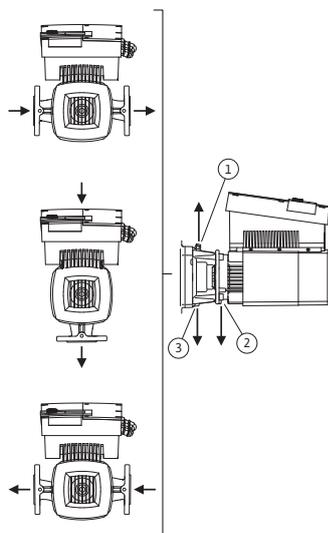

Fig. 23: Posizioni di montaggio ammesse con albero del motore orizzontale
Le posizioni di montaggio ammesse con albero del motore orizzontale e modulo elettronico verso l'alto (0°) sono illustrate nella Fig. 23. Non sono raffigurate le posizioni di montaggio ammesse con modulo elettronico montato lateralmente ($\pm 90^\circ$). Sono consentite tutte le posizioni di montaggio tranne "modulo elettronico verso il basso" (-180°). La disaerazione della pompa è garantita solo se la valvola di sfiato è rivolta verso l'alto (Fig. 23, pos. 1).
Solo in questa posizione (0°) il condensato formatosi può defluire attraverso i fori presenti, la lanterna della pompa (Fig. 23, Pos. 3) e il motore (Fig. 23, pos. 2). A tale scopo, rimuovere il tappo presente sulla flangia del motore (Fig. 7, pos. 7a).